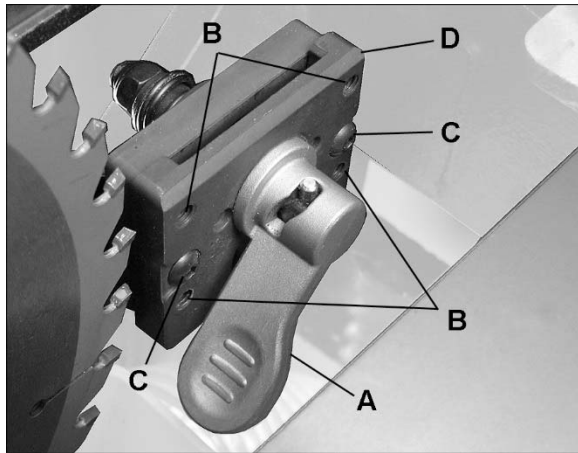

Figure 8-8
3. Tirez le levier (A, Figure 8-8), puis retirez le couteau séparateur, en notant la direction vers laquelle le couteau séparateur doit être déplacé afin de l'aligner avec la lame de scie.
4. Utilisez une clé hexagonale de 3 mm pour effectuer des réglages sur quatre vis de pression (B, Figure 8-8). Réglez l'une des vis
8. Utilisez une clé hexagonale de 3 mm pour desserrer deux vis bouton à pans creux (C, Figure 8-8). Cela permettra au pinceur de travail (D) de bien glisser dans les deux sens sur la base fixe.